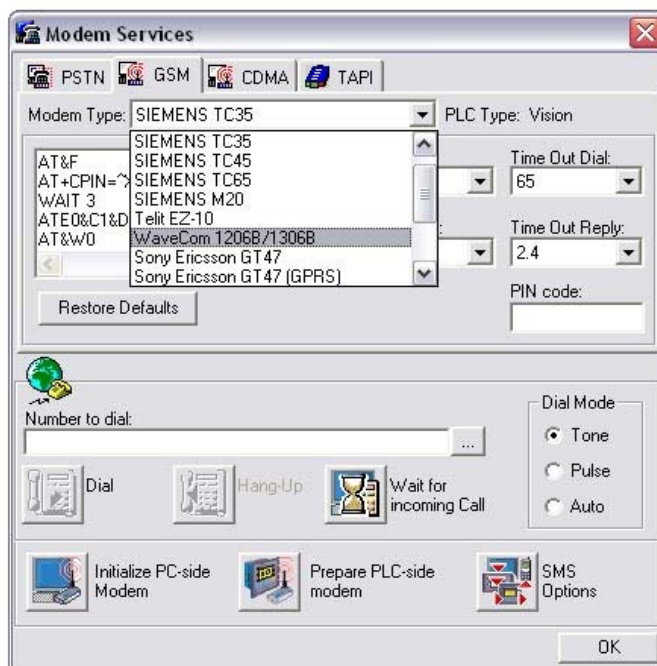

Рис. 6. Выбор типа модема
5. Выбрать тип модема со стороны АРМ диспетчера, с помощью которого производится соединение (рис.6 Приложения).